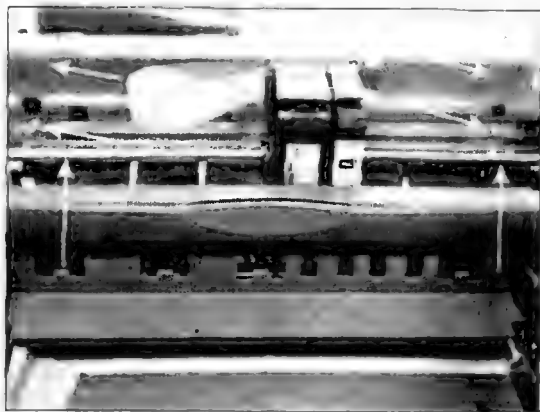

Рис. 4.20
8. Снимают механизм привода каретки с картриджами. Откручивают семь винтов (рис. 4.20 и 4.21) и снимают узел движением вверх. Ослабляют пружину натяжения координатной ленты (рис. 4.22) и снимают ее с зацепа. Отжимают натяжной ролик зубчатого ремня привода (рис. 4.23) и снимают его с направляющей